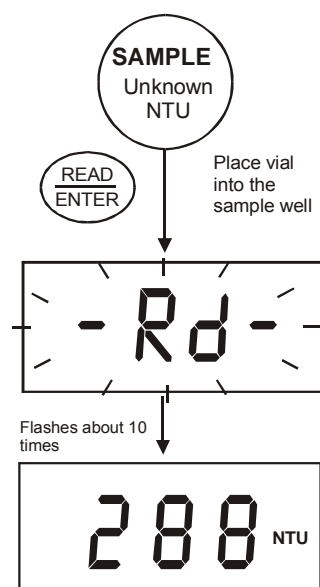

图 11: 读取浊度值
5. 完成开机过程，显示器闪烁[--Rd--] 约 12 秒，请参阅图 11。